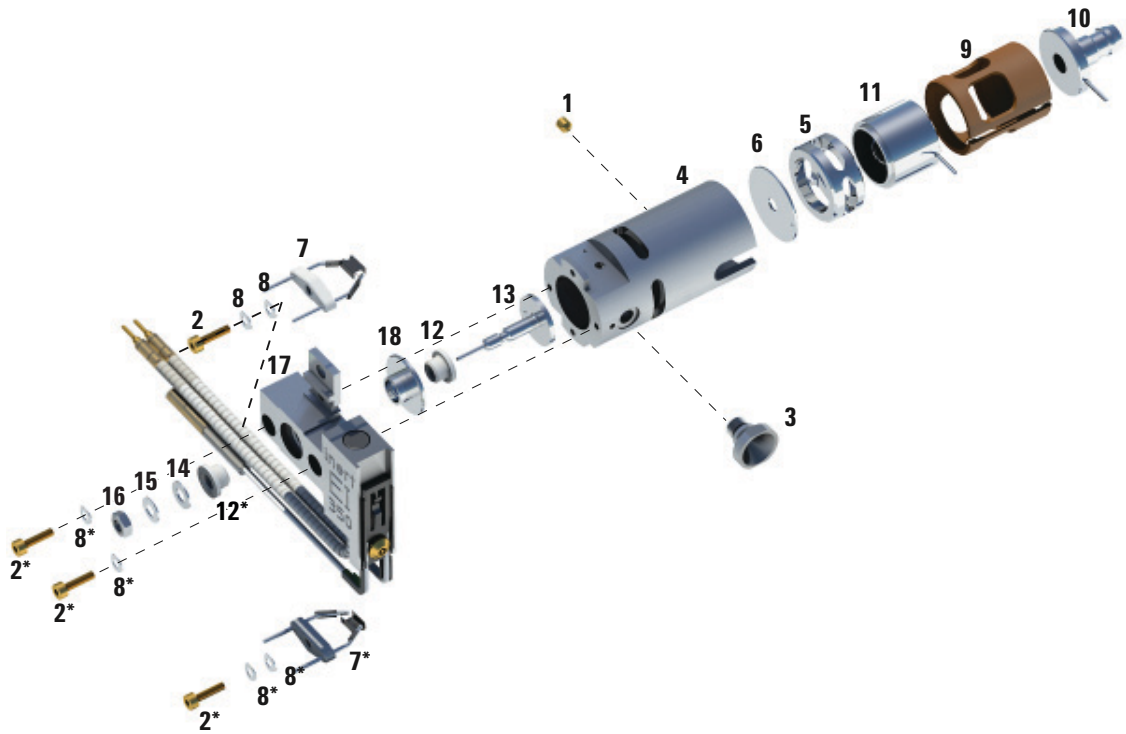

Рисунок 22 Разборка стандартного или инертного источника ионов ЭУ
- 2 Извлеките два позолоченных винта из катодов, затем извлеките нити накала из источника. См. Рисунок 22 на стр. 151.
Таблица 18 Список компонентов стандартного или инертного источника ионов ЭУ (Рисунок 22)
(Рисунок 22) (продолжение)